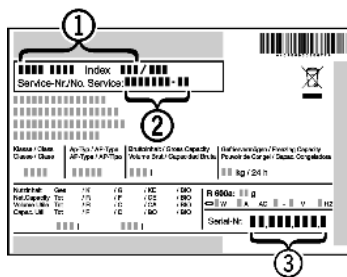

Fig. 7
- ▶ Прочетете от идентификационната табелка описанието на уреда Fig. 7 (1), сервизния № Fig. 7 (2) и серийния № Fig. 7 (3). Идентификационната табелка се намира на лявата вътрешна стена на уреда.
- ▶ Обадете се на сервизната служба и посочете неизправността, описанието на уреда Fig. 7 (1), сервизния № Fig. 7 (2) и серийния № Fig. 7 (3).